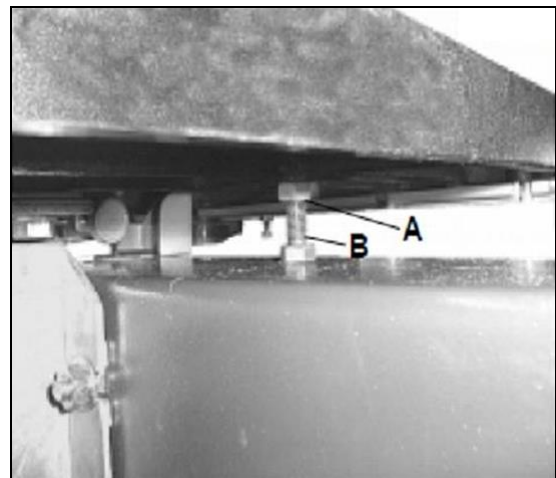

Fig. 13
Voir Figure 13 :
Desserrez l'écrou (A, Fig. 13), réglez le boulon (B).